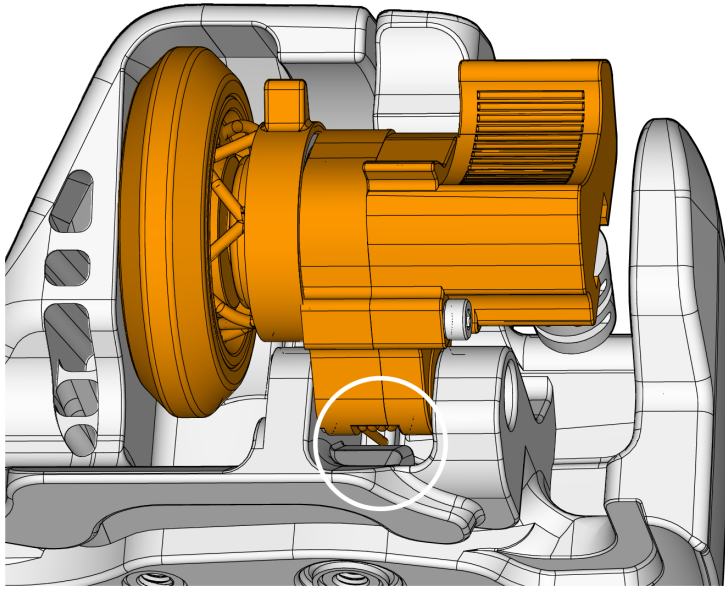

Abbildung 5-14 Feder austauschen
4. Um den Weggeber der Index-Achse wieder zu installieren, prüfen Sie, ob sich die Feder an der Gehäusewand befindet, und drücken Sie die Feder zusammen, während Sie den Weggeber einsetzen (siehe Abbildung 5-14 auf Seite 90).